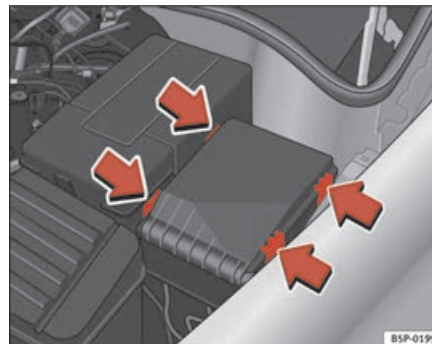

Fig. 185 Copertura della scatola dei fusibili nel vano motore
- Rimuovere la copertura dei fusibili situata nel vano motore premendo le linguette verso il centro della copertura ⇒ **fig. 185.** ►